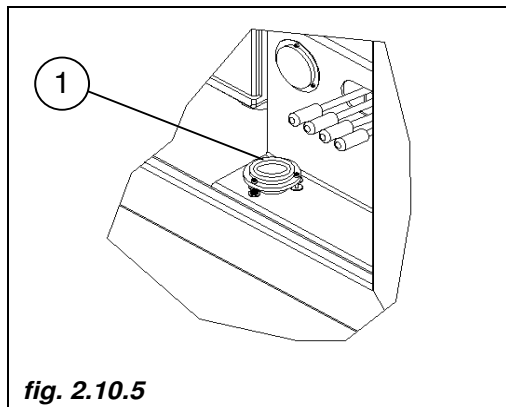

fig. 2.10.5
Situé près des leviers de commande des stabilisateurs (*pos. 1 fig. 2.10.5*), il indique l'horizontalité de la machine.